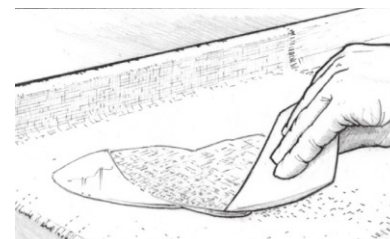

Figure 24 Étalez l'époxyde sur la surface du tissu à l'aide d'un étaleur plastique.
5. Étalez l'époxyde sur la surface du tissu à l'aide d'un étaleur en plastique, en travaillant l'époxyde gentiment de la flaque aux zones sèches (Figure 24). Utilisez un rouleau en mousse ou une brosse pour mouiller le tissu sur les surfaces verticales. Un tissu correctement humidifié est transparent. Les zones blanches indiquent un tissu sec. Si vous appliquez le tissu sur une surface poreuse, assurez-vous de laisser une quantité suffisante d'époxyde d'être absorbée par le tissu et la surface en dessous. Essayez de limiter la quantité que vous raclez. Plus vous "travaillez" la zone mouillée, plus il y aura de minuscules bulles d'air placées en suspension dans l'époxyde. Ceci est particulièrement important si vous planifiez d'utiliser une finition transparente. Vous pouvez utiliser un rouleau ou une brosse pour appliquer l'époxyde sur les surfaces verticales et horizontales.